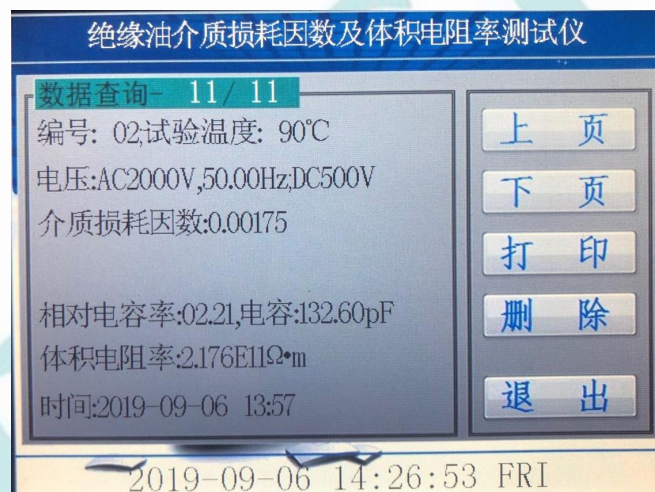

图 8
8、点击图 3 中的数据查询, 进入图 8 界面, 点击上页和下页进行翻阅, 也可以点击打印, 对数据进行打印; 还可以点击删除键对数据进行删除, 按退出键退回到主界面。